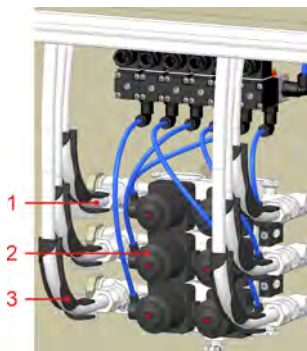

Fig. 6 : Bloc distributeur de vannes à membrane / affectations des machines
1. ► Brancher les tuyaux flexibles de raccordement aux lessiveuses-essoreuses, comme indiqué dans Fig. 6 aux raccords filetés (Fig. 6 , repère 1) du bloc de vannes (Fig. 6 , repère 2).
2. ► Diriger les tuyaux flexibles par le guide d'angle (Fig. 6 , repère 3) vers l'extérieur.